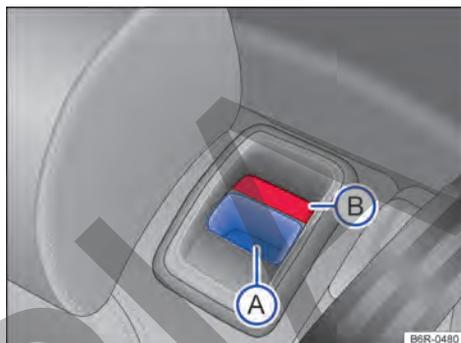

Fig. 59 Asiento trasero: tecla de desbloqueo (A); marca roja (B).
- Tírar de la tecla de desbloqueo → fig. 59 (A) hacia adelante y, al mismo tiempo, rebatir el respaldo del asiento trasero hacia adelante.
- El respaldo del asiento trasero estará desbloqueado si una marca roja en botón (B) es visible.
- La marca roja en el botón → fig. 59 (B) señala que el respaldo del asiento no está bloqueado. Comprobar siempre que la marca roja no sea visible cuando el respaldo del asiento trasero esté en la posición vertical.